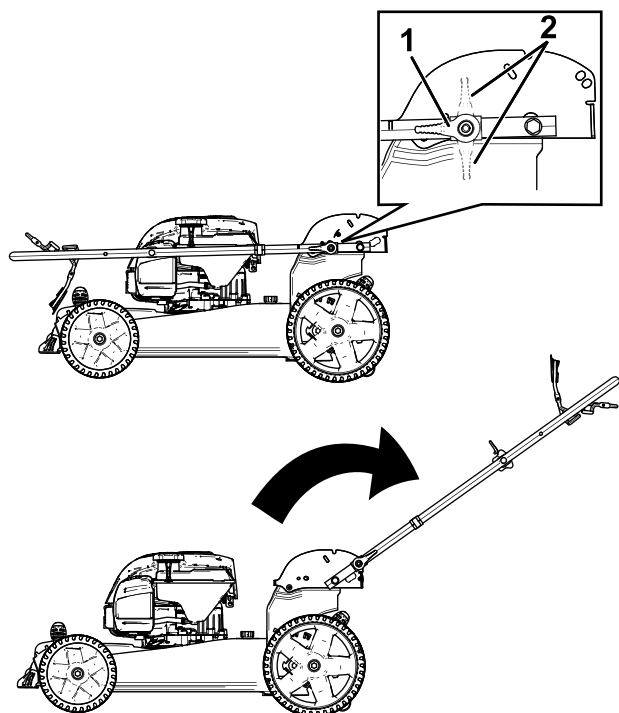

Figure 3
1. Ramenez le guidon en arrière en position d'utilisation (Figure 3).